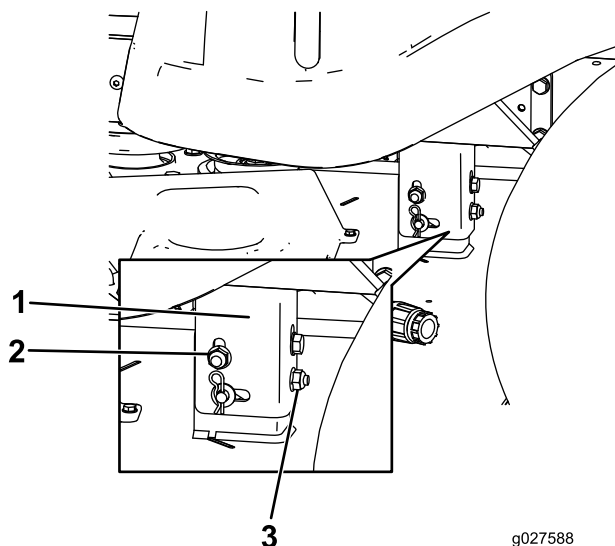

Figura 58
8. Eleve ou desça o lado esquerdo da plataforma do cortador rodando a porca traseira (Figura 58).